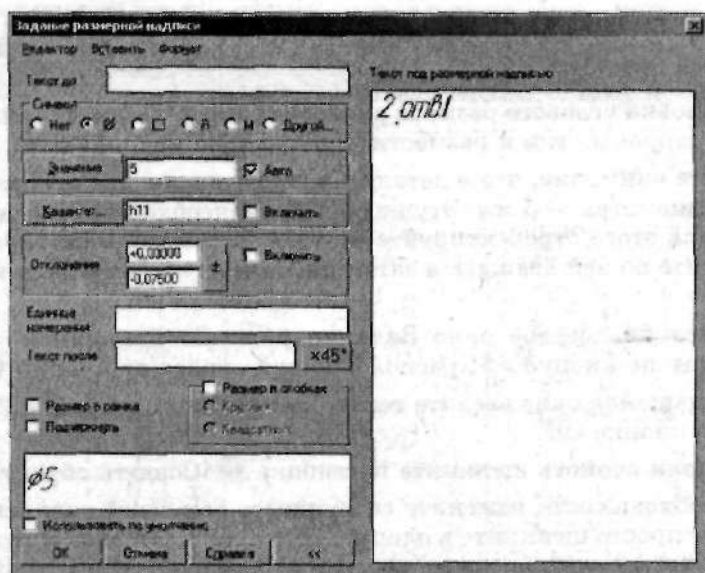

Рис. 4.24. Введите требуемый текст
17. В открывшемся окне введите текст, как показано на рис. 4.24, и щелкните по кнопке **ОК**.